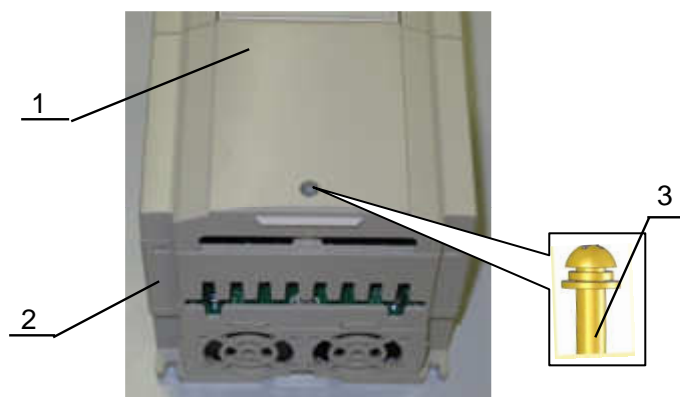

Рис.7.22
7.10.3. Установить верхнюю крышку 1, при этом фиксаторы с двух сторон крышки должны войти в отверстия в средней части корпуса 2, закрепить крышку винтом 3 (рис. 7.22).